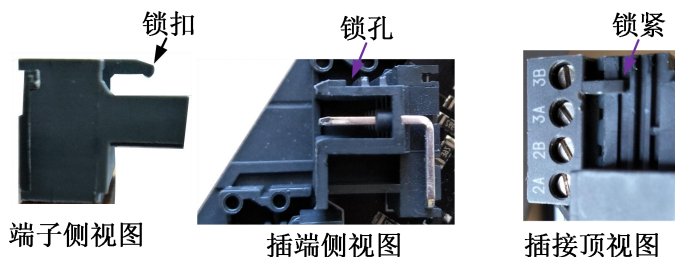

图 2.1.3 输入输出接线端子安装示意图
(4) 产品的输入输出端子为间距 5.08mm 的插拔端子，分布在产品壳体的上下两侧。每个端子由 3 位或 4 位为一组，斜 45° 角插入产品中，在端子上部有 2 个锁扣，产品的插端上有锁孔。沿斜 45° 角用手用力推端子，直到听到“咔哒”一声，将锁扣插到锁孔内，使端子在产品内锁紧，才能保证安装牢固，如图 2.1.3 所示。